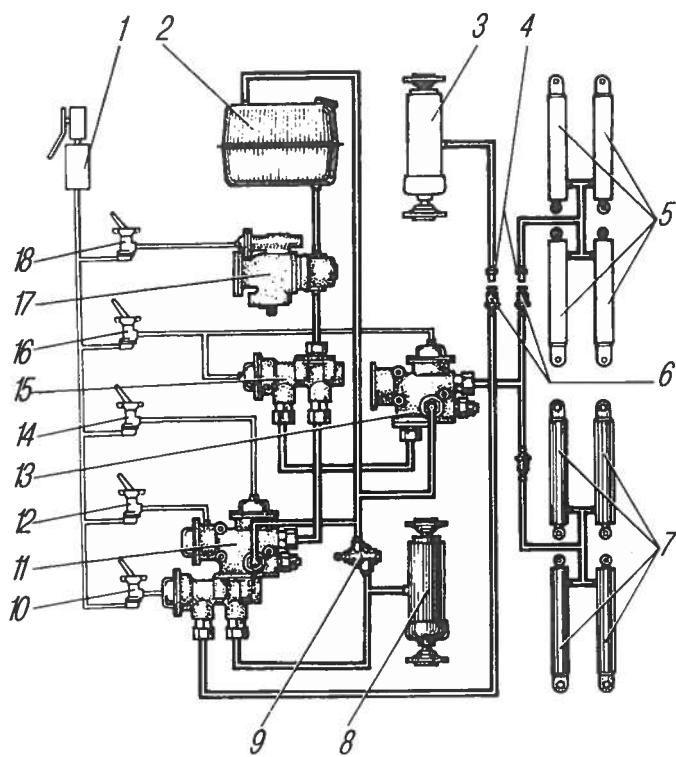
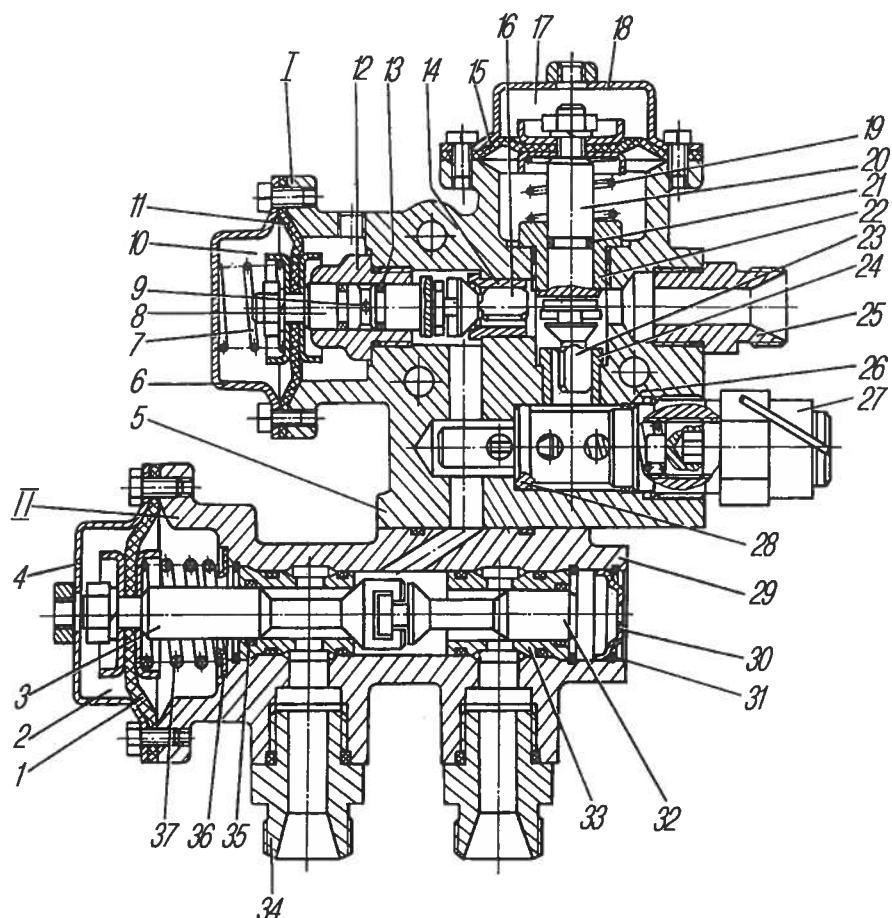
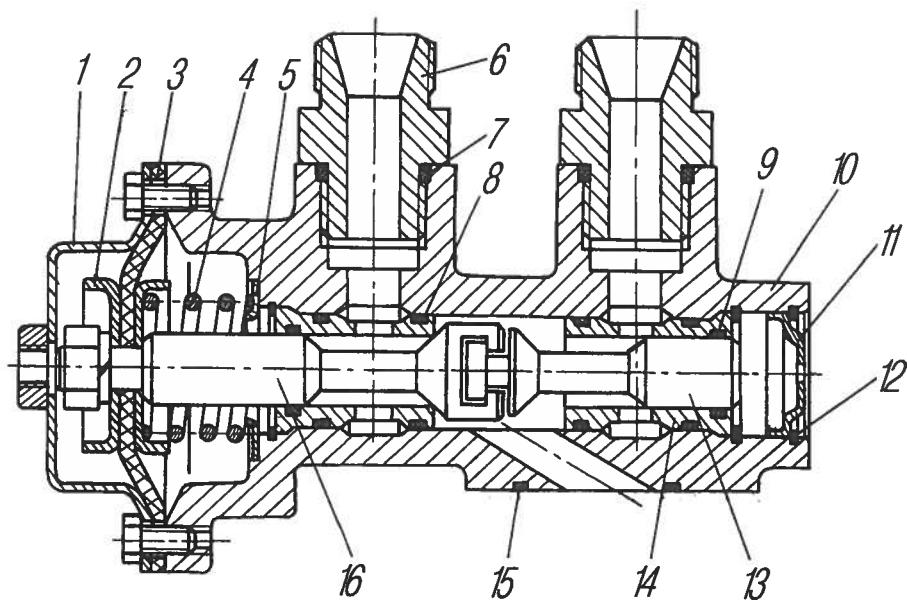
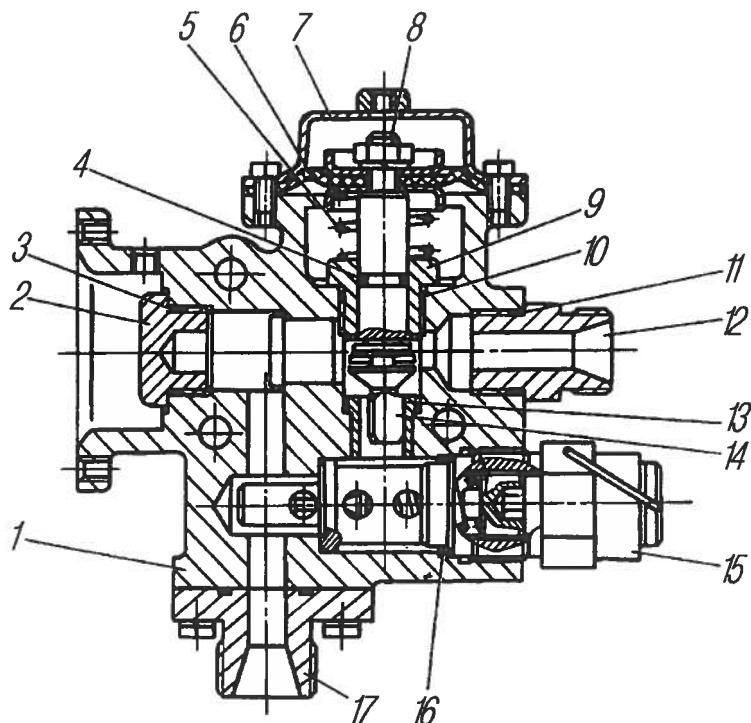

Рис. 109. Схема пневмогидравлическая самосвальной установки автомобиля Урал-5557-40:
Рис. 120. Блок гидрораспределителей:
Рис. 121. Гидрораспределитель закрывания бортов платформы:
Рис. 122. Кран управления закрыванием бортов платформы:
**Механизмы самосвальной установки автомобилей Урал-5557-40** (рис. 109) обеспечивают: подъем и опускание платформы, остановку ее в любом положении, закрывание боковых бортов, автоматическое ограничение максимального угла наклона платформы, автоматическое ограничение максимального давления масла в гидросистеме. При подсоединении к гидровыводам автомобиля (см. рис. 20) гидравлической системы прицепа обеспечиваются также подъем и опускание платформы прицепа и закрывания его бортов.
**Блок гидрораспределителей** служит для управления потоком рабочей жидкости в гидросистеме и состоит из крана управления I (рис. 120) и гидрораспределителя II. В корпус 5 крана запрессованы седла 14 и 24 клапанов 16 и 23 и ввернуты штуцеры 12 и 22, служащие направляющими толкателей 8 и 20. Соединение клапанов с толкателями типа «ласточкин хвост» исключает заклинивание клапанов в седлах при несовпадении осей толкателей и седел. Толкатели соединены с диафрагмами 11 и 15, расположенными в полостях пневмокамер,
В корпусе 29 гидораспределителя установлены седла 33 с клапанами 32 и 3 и ввернуты штуцера 34. Клапан 3 соединен с диафрагмой 1 пневмокамеры, закрытой крышкой 4. Пружина 37 удерживает клапан 3 в закрытом, а клапан 32 — в открытом положении. Подвижные и неподвижные соединения уплотнены резиновыми кольцами. В нейтральном положении клапанов блока масло от насоса по трубопроводам через гидораспределитель 15 (см.рис. 109) крана управления I (см.рис. 120) и открытый клапан 23 идет на слив.
При подъеме платформы автомобиля (прицепа) гидроцилиндры закрывания бортов соединены со сливной магистралью. При закрывании бортов воздух подается одновременно в пневмокамеры крана управления и гидрораспределителя (см.рис. 109). Клапан 16 (рис. 121) гидрораспределителя открывается, а клапан 13 закрывается. В кране управления клапан 14 (рис. 122) перекрывает сливную магистраль, и масло поступает в штоковые полости гидроцилиндров закрывания бортов. От перегрузки механизмы защищены предохранительным клапаном 15, отрегулированным на давление 10 МПа (100 кгс/см2). Изменять регулировку при эксплуатации не допускается.
Устройство и работа крана управления закрыванием бортов платформы прицепа автомобилей Урал-55571-40 аналогичны крану управления, показанному на рис. 122.